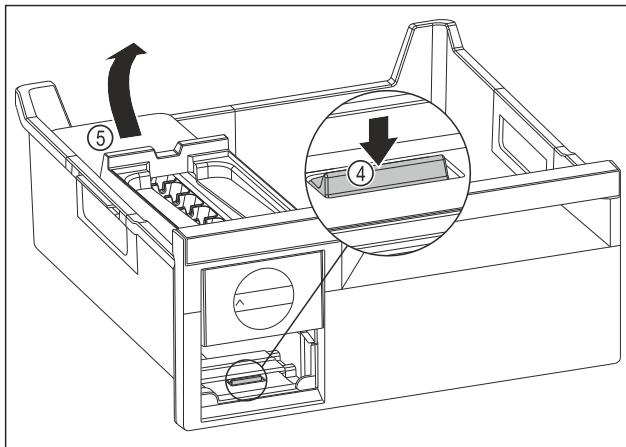

Fig. 136
- Scoaterea corpului EasyTwist-Ice: Apăsați eclisa Fig. 136 (4) cu degetele în jos și concomitent cu cealaltă mână ridicați corpul EasyTwist-Ice Fig. 136 (5) din spate.